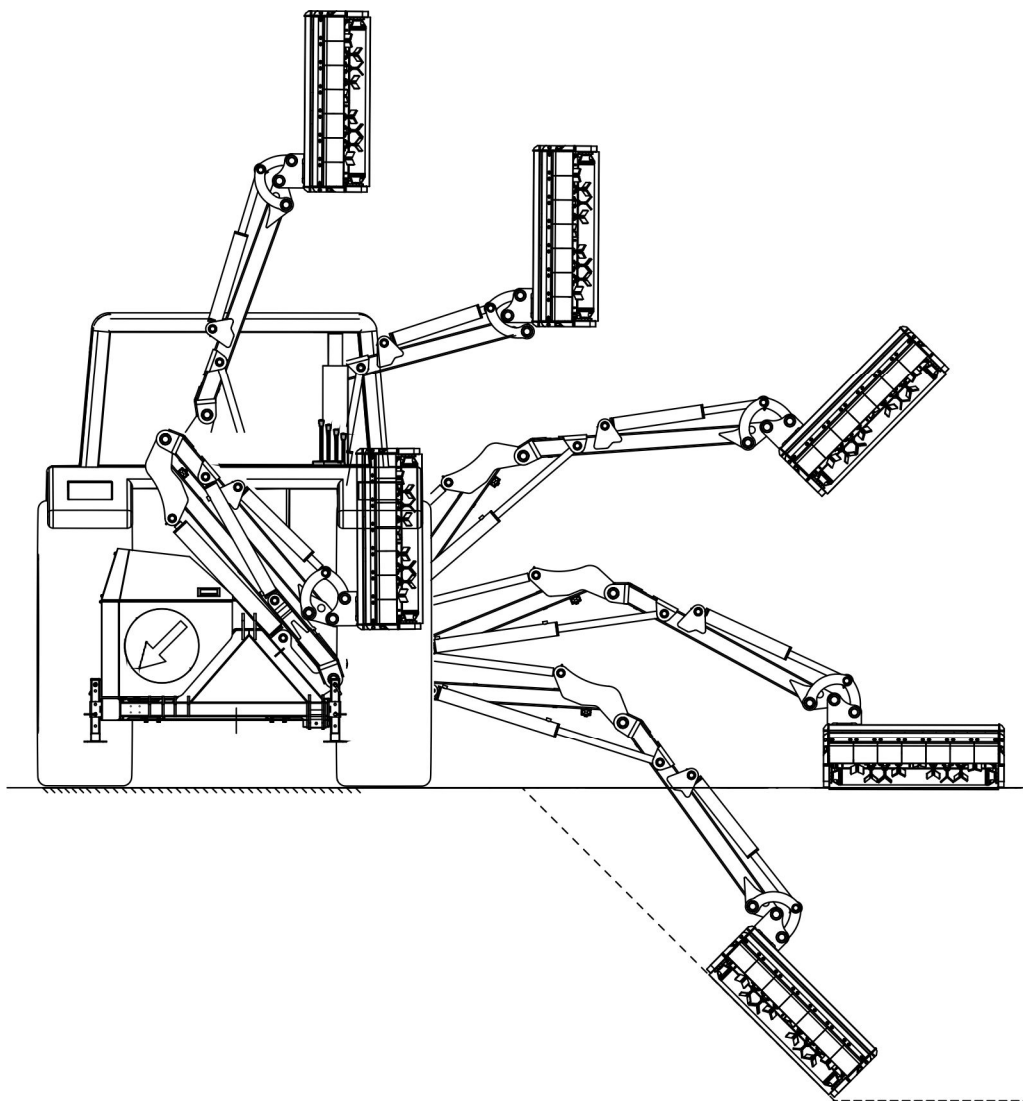

РИСУНОК 4.3 Приклади робочих положень косарки на багатофункціональній стрілі.
- керуючи відповідними гідравлічними контурами в тракторі, встановити плечі багатофункціональної стріли так, щоб косарка перебувала в місці, призначеному для скошування (РИСУНОК 4.3)